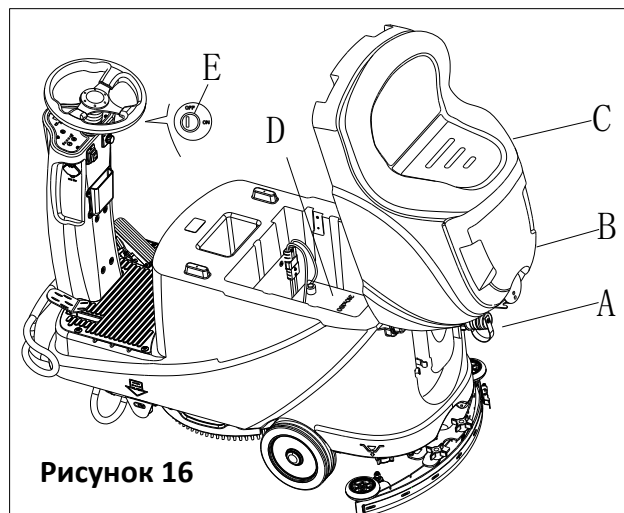
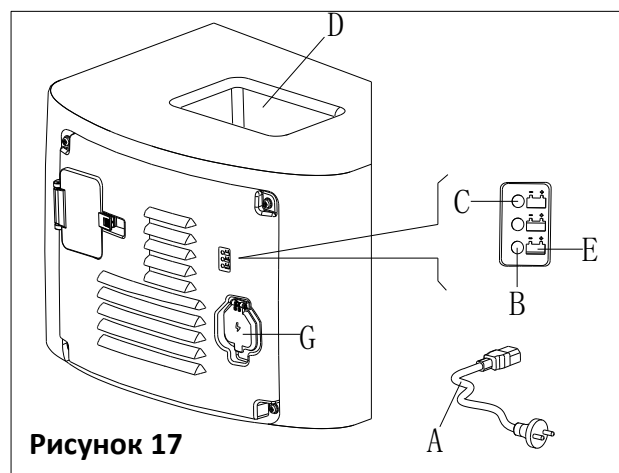

Рисунок 16
Рисунок 17
1. Откройте крышку бака грязной воды (В, Рисунок 16), чтобы проверить, пуст ли резервуар (С), или опустошите бак грязной воды через сливной шланг (А).
- Проверьте уровень электролита батарей (D), в случае необходимости откройте крышку, чтобы долить электролит, а затем закройте ее.
6. Подключите кабель зарядного устройства батареи (А, Рисунок 17) к разъему (G), и затем все функции машины, кроме зарядки, отключаются автоматически. Обычно красный светодиод (В) сообщает о том, что машина находится в процессе зарядки.
8. Отсоедините кабель зарядки батареи от электрической сети после завершения зарядки, храните кабель зарядного устройства в коробке для хранения (D).
Для получения более подробной информации о встроенном зарядном устройстве (Е, Рисунок 17), пожалуйста, обратитесь к соответствующему руководству от сервисного центра.